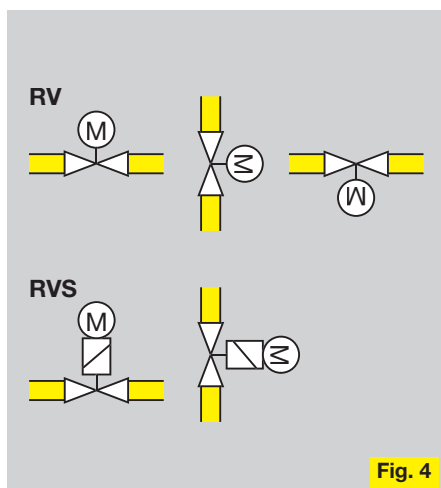

Fig. 4
**Einbaulage:** RV: beliebig, RVS: senkrecht oder waagrecht, nicht über Kopf (Fig. 4). Beim Einbau des Regelventils in die Rohrleitung Antrieb nicht als Hebel benutzen. Passenden Schraubenschlüssel verwenden.
**Fitting position:** RV: any; RVS: vertical or horizontal, not upside down (Fig. 4). Do not use the control as a lever when installing the control valve in the pipework. Use a suitable spanner.
**Position de montage :** RV : toutes positions ; RVS : verticale ou horizontale, pas à l'envers (Fig. 4).